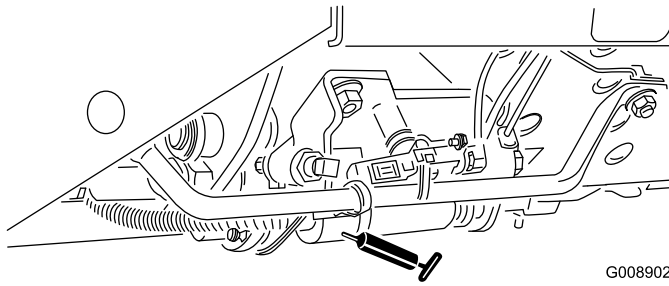

**Figura 38**
- Mecanismo de ajuste do ponto morto (Figura 38)